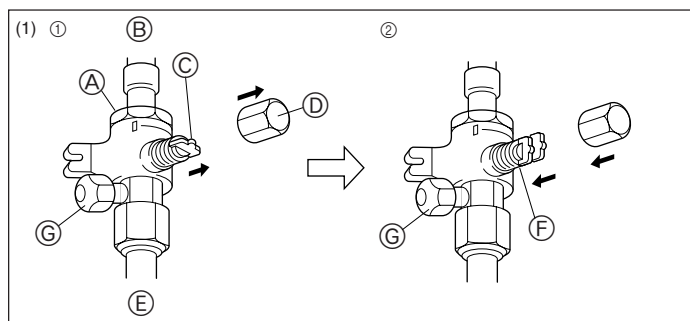
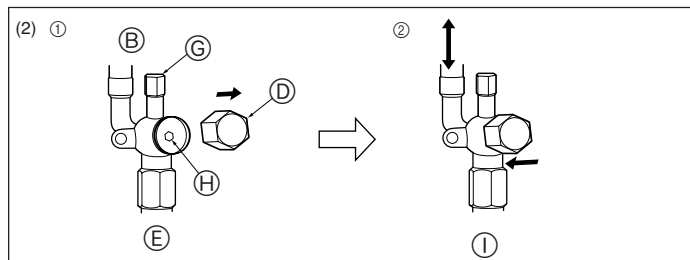

Fig. 4-6
Fig. 4-7
- (1) Сторона с газом (Fig. 4-6)
- ① Снимите колпачок, потяните ручку на себя и поверните на 1/4 оборота против часовой стрелки для открытия.
- ② Убедитесь в том, что запорный кран полностью открыт, надавите на ручку и поверните колпачок в первоначальное положение.
- (2) Сторона с жидкостью (Fig. 4-7)
- ① Снимите колпачок и поверните шток золотника против часовой стрелки до упора, используя для этой цели 4 мм шестиугольный гаечный ключ. Прекратите поворачивать шток в момент, когда тот достигнет стопора. (Ø6,35: Приблизительно 4,5 оборотов) (Ø9,52: Приблизительно 10 оборотов)